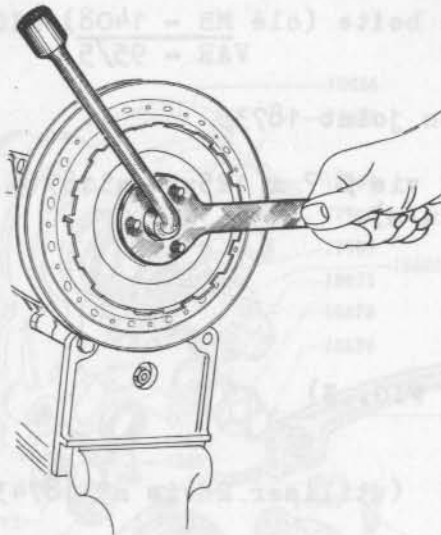

FIG.2
- Maintenir - Le disque récepteur 18725 (clé n° 305 ) FIG 2